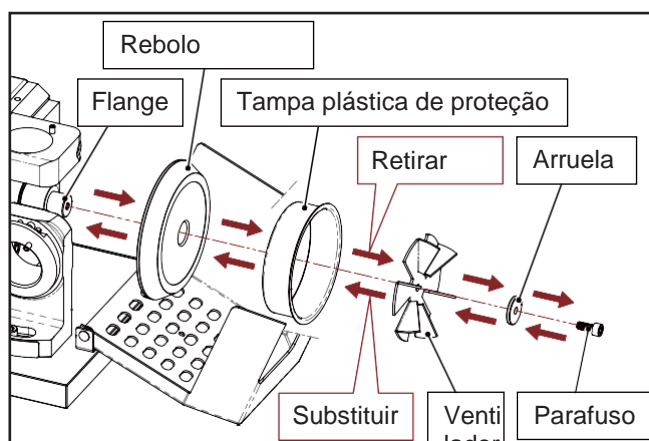

Fig. 12-3
- ④ Solte o parafuso do rebolo para retirá-lo. (Fig. 12-3)
- ⑤ Use um pano limpo para limpar o flange e a superfície de contato do rebolo.
- ⑥ Recoloque o rebolo novo e aperte o parafuso. (Fig. 12-3)
- ⑦ Feche a tampa do rebolo e fixe com o parafuso.